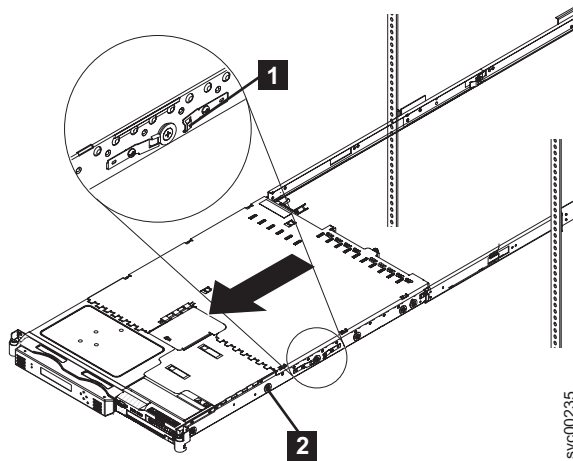

図 68. ラックからの SAN ボリューム・コントローラー 2145-8G4 の取り外し
3. これ以上、スライドがノードを保持しない時点でノードの重量を支えられるように作業者を位置付けてから、SAN ボリューム・コントローラー 2145-8G4 の両サイドにある背面スライド・リリース・ラッチ (408 ページの図 68 の **1**) を押します。